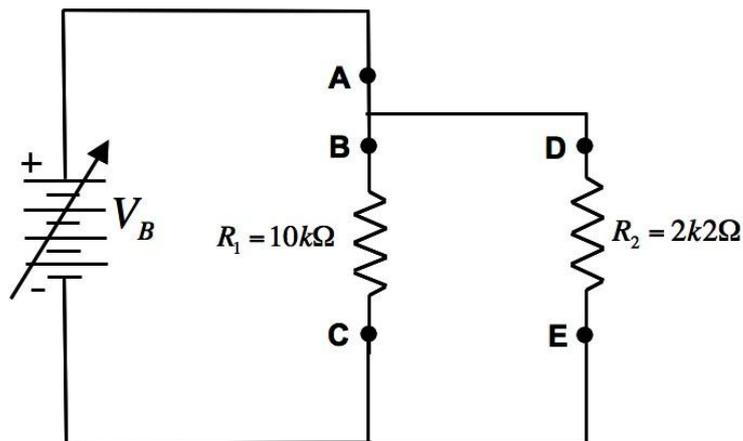

Figura 14: Circuito para a realização dos experimentos do **Procedimento III**.
- 1) Monte o circuito mostrado na **Figura 14** abaixo. Não se esqueça de ajustar a voltagem da fonte para $V_B = 0V$ antes de iniciar a montagem do circuito.